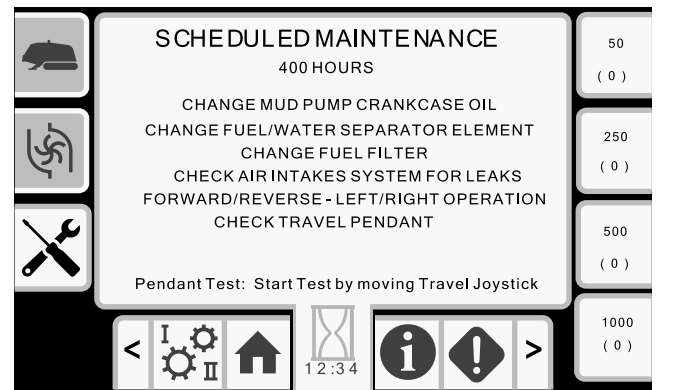

Figure 50
- Bouton 7 – calendrier d'entretien à 400 heures (Figure 50)